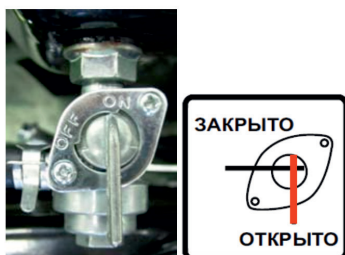

Рис. 10
- Откройте топливный кран (положение «Открыто» или «ON») (рис. 10)